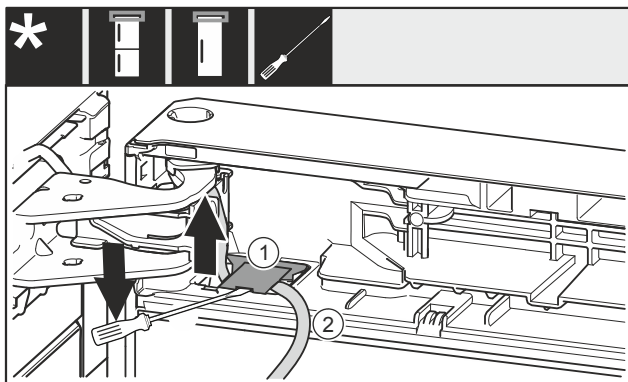

Fig. 10
- ▶ 使用带槽螺丝刀抬起盖板 Fig. 10 (1)，并将其拉出。
- ▶ 拉出电缆 Fig. 10 (2)。